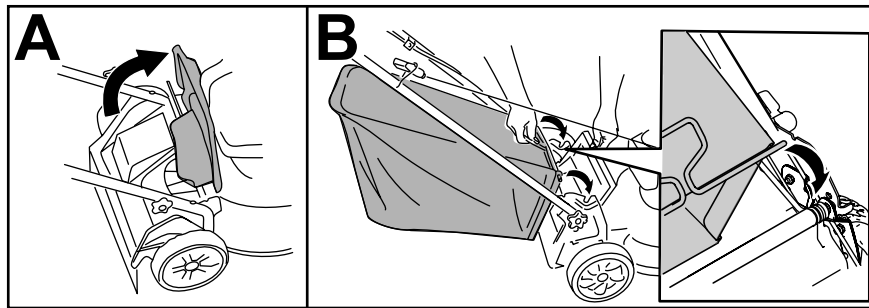

Figura 15
1. Levante y sujete el deflector trasero (Figura 15, A).
2. Instale el recogedor, asegurándose de que los pasadores del recogedor descansan en las muescas del manillar (Figura 15, B).